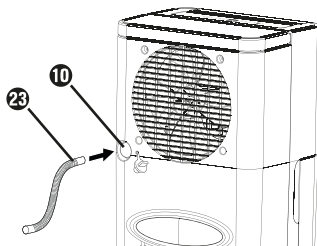

Bild 4
- ◆ Ta bort tätningspluggen ⑨ ur vattenutloppsöppningen ⑩.
- ◆ Stick antingen in medföljande slang ②③ eller EU-trädgårdsslangadaptern ②④ i vattenutloppsöppningen ⑩ (se bild 4 och 5).